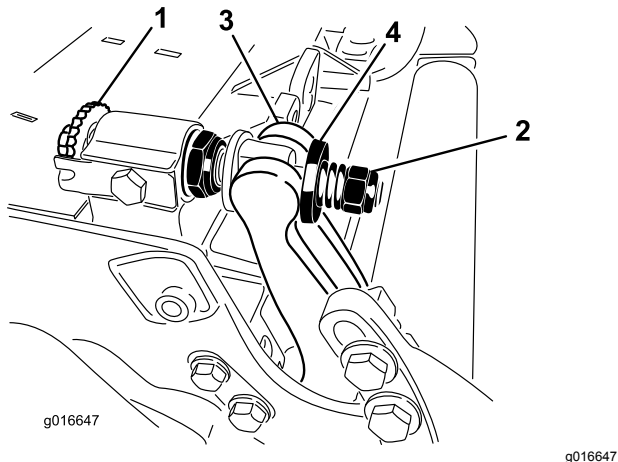

图30
1. 逆时针旋转底刀架调节螺丝将底刀后撤离开滚刀 图30。
2. 退出弹簧加压螺母直到垫圈不再对底刀架 图30 施压。